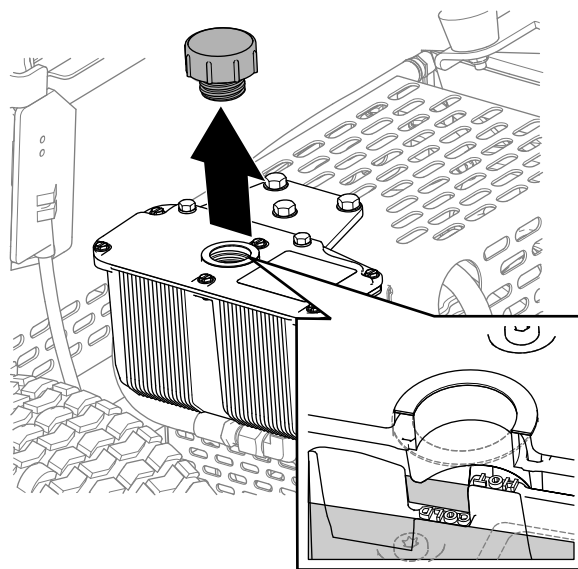

Figura 36
3. Îndepărtați capacul i verificați nivelul de ulei hidraulic din rezervor (Figura 36).